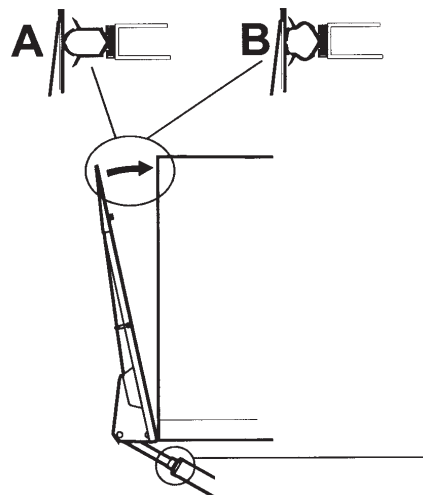

Abb.37. Einstellung der Anliegefläche am Aufbau
4. Das Einstellgewinde so drehen, dass die Ladebordwand genau auf die Dichtung des Aufbaus trifft. Abb.37.
9. Beide Zylinder abwechselnd einstellen, sodass die Bordwand am Aufbau anliegt, siehe Abb.37 (B).